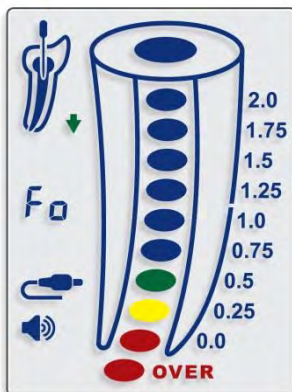

Bild 11
-  En röd markering, **OVER**, som åtföljs av återkommande ljudsignaler indikerar att filspetsen har trängt igenom foramen och nått periapikalt område – överinstrumentering av foramen (bild 11).